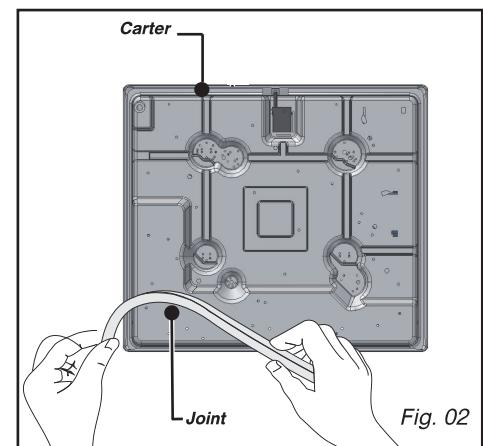

Fig. 02
- Pour assurer l'étanchéité entre le carter et le plan de travail, collez le joint mousse **sur le pourtour extérieur du carter** (Fig. 02).